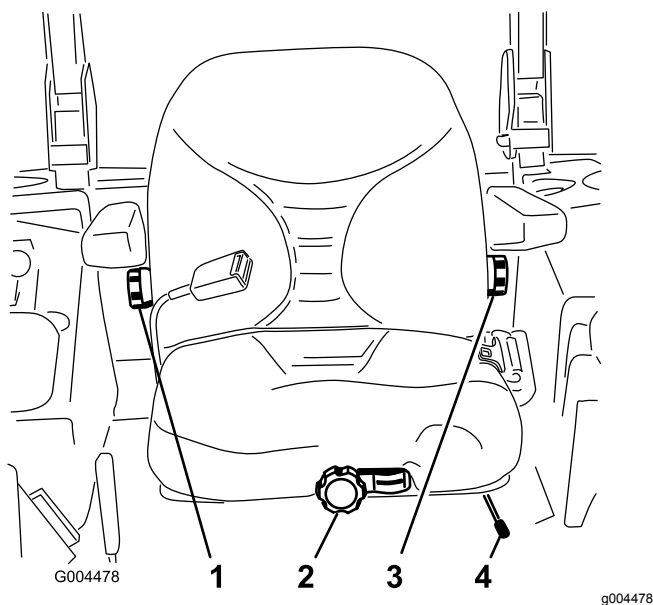

Figure 14
1. Poussez le levier de réglage de côté pour débloquer et régler le siège (Figure 14).
Pour ce faire, tournez le bouton situé sous l'accoudoir droit dans un sens ou dans l'autre pour obtenir la position la plus confortable (Figure 14).
Pour ce faire, tournez le bouton situé sous l'accoudoir gauche dans un sens ou dans l'autre pour obtenir la position la plus confortable (Figure 14).